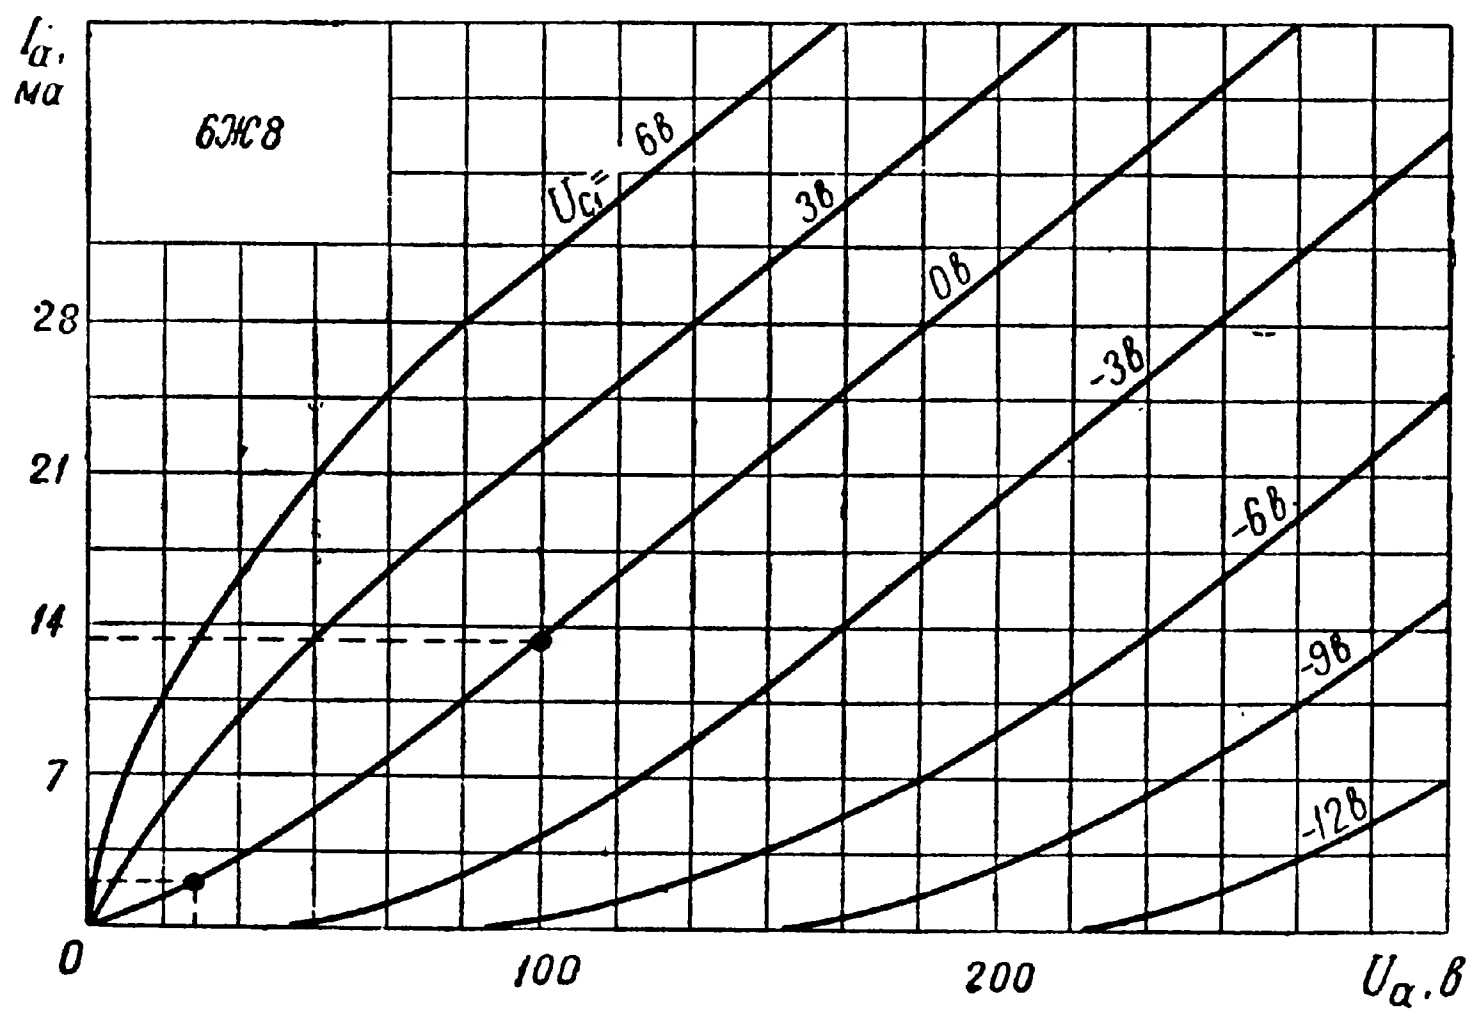

Рис. 2. Анодные характеристики пентода 6Ж8 в триодном включении.
2. На графике анодных характеристик пентода 6Ж8 в триодном включении (рис. 2) при помощи анодной характеристики для $U_{c_1} = 0$ находятся анодные токи для $U_a = U_{c_2} = 100$ в и $U'_a = U'_{c_2} = 20$ в: